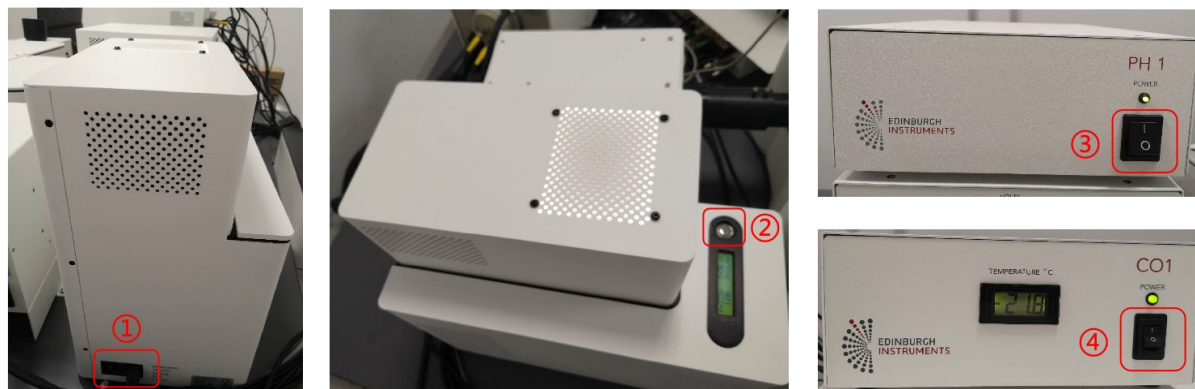

图 6-3 紫外可见波段稳态测试的开机顺序
6.3.1 **紫外可见**波段稳态测试的开机顺序: 氙灯每次点灯时瞬时电压非常高, 为了避免对仪器造成冲击, **稳态测试必须先开氙灯**, 如图 6-3 所示: ① 先打开氙灯的风扇; ②打开氙灯; ③ 打开总控制电源 PH1; ④ 打开 PMT 电制冷装置 CO1。